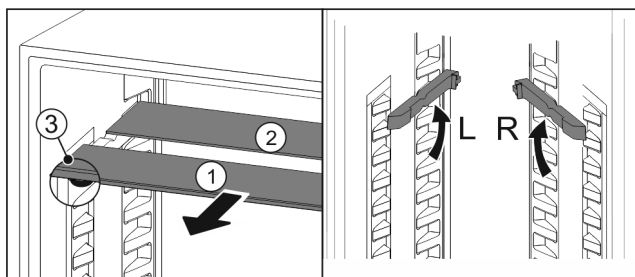

Fig. 17
- По одной извлеките Fig. 17 (1) стеклянные панели движением вперед.
- ▷ Стеклянная панель Fig. 17 (1) с декоративной планкой лежит спереди.
- ▷ Стопоры Fig. 17 (3) показывают вниз.